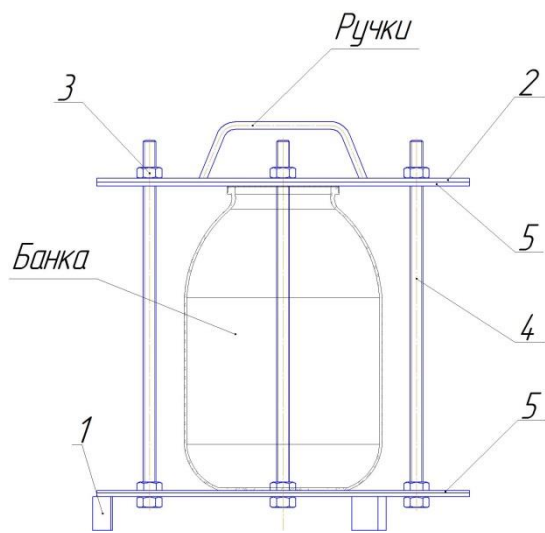

Рис. 2 Кассета
- при необходимости вынуть кассету с банками из корпуса автоклава, взявшись двумя руками за ручки крышки 2 (рис. 2) (предварительно слив воду);
Установить в кассету подготовленное количество банок с закатанными продуктами согласно таблице 2.2. (где показана максимальная вместимость) и надежно зафиксировать банки в кассете с помощью зажимных гаек 3 (рис. 2), затягивая их крест-накрест ключом с лёгким усилием.
При установке банок в два слоя, банки верхнего слоя устанавливаются непосредственно на банки нижнего слоя без резиновой прокладки 5 (рис.2). Банки должны располагаться как можно ближе к шпилькам. Банки должны иметь одинаковую высоту. Проверить надёжность крепления банок, для этого попытаться руками сдвинуть банки относительно основания и крышки кассеты. Сдвиг не допустим.
5.22. После остывания банок до комнатной температуры открутить гайки 3 (рис. 2), снять крышку 2, вынуть банки с консервируемой продукцией и проверить состояние крышек, банок и прочность закатки.